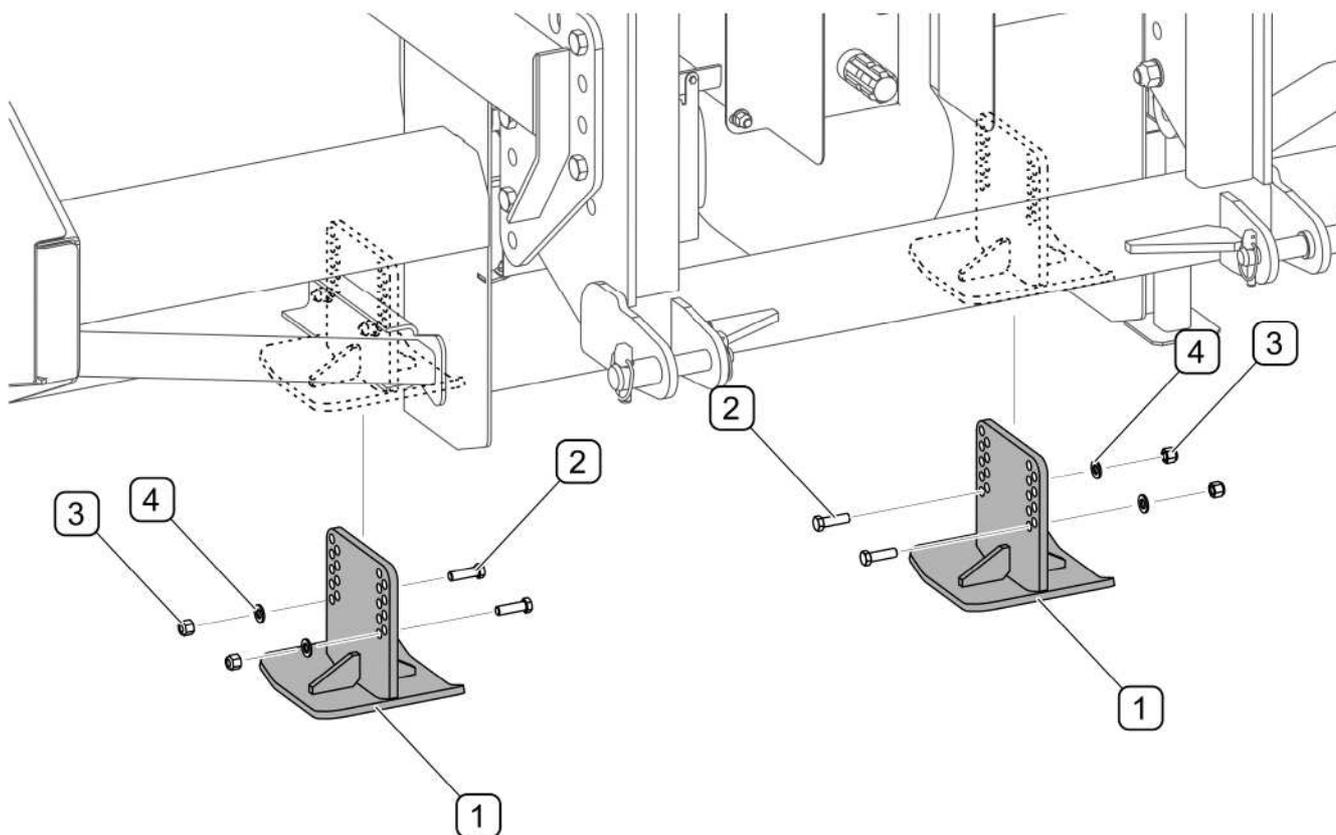

РИСУНОК 5.6 Замена полозьев
Отработанные и поврежденные полозья нужно заменить новыми. Для этого нужно поднять снегоочиститель и поставить на стабильные и прочные упоры. Если машина навешена и поднята на системе навески, то необходимо дополнительно предохранить его от оседания, □ выключить двигатель транспортного средства и поставить на стояночный тормоз. Отвинтить гайки (4), вынуть болты (3) крепления полозьев (1) к раме (РИСУНОК 5.6). Перечень рабочих элементов полозьев с номерами в каталоге представлен в ТАБЛИЦА 5.3.